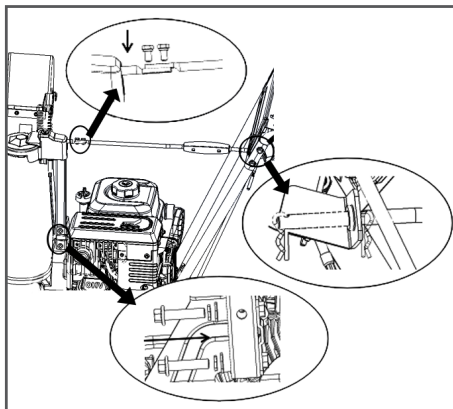

Рис. 5 Фиксация желоба на корпусе
- б. Стойку механизма поворота желоба установите в кронштейн (Рис. 5) и закрепите ее двумя болтами М8 × 40 с пружинными и обычными шайбами.